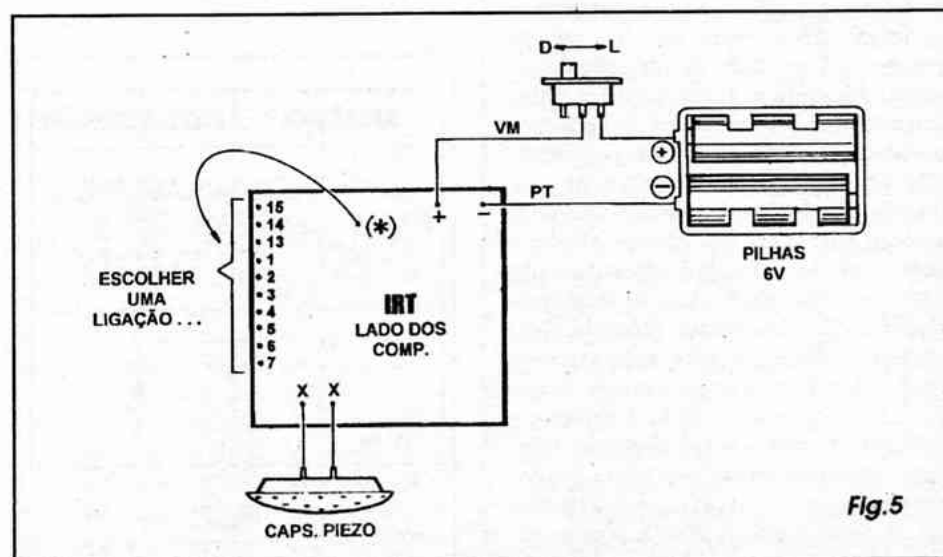

Fig.5
- FIG. 5 - CONEXÕES EXTERNAS À PLACA - A figura mostra o lado não cobreado da placa, agora com ênfase nas suas conexões externas... O transdutor (cápsula piezo) tem seus terminais ligados aos pontos X-X. A alimentação deve ser aplicada aos pontos (+) e (-), respectivamente recebendo os fios **vermelho** e **preto** provenientes do suporte das pilhas, intercalando-se o interruptor geral no fio do **positivo** (**vermelho**). Ao ponto (\*) deve ser ligado um pedaço de fio isolado, cuja outra extremidade será *experimentada*, em sua conexão definitiva ou provisória, em qualquer dos pontos numerados em barra vertical junto à borda esquerda da placa (na figura...), codificados como 15-14-13-1-2-3-4-5-6-7 (rever o esquema, na FIG. 1, se tiver dúvidas...).
Ainda tomando como base o diagrama da FIG. 5, as primeiras verificações de funcionamento, e as próprias experimentações com o circuito devem ser feitas assim: o pedaço de fio ligado (em uma das suas extremidades...) ao ponto (\*) deve ser ligado (de início, em condição provisória...) a qualquer dos pontos na barra vertical numerada, à esquerda da pla-